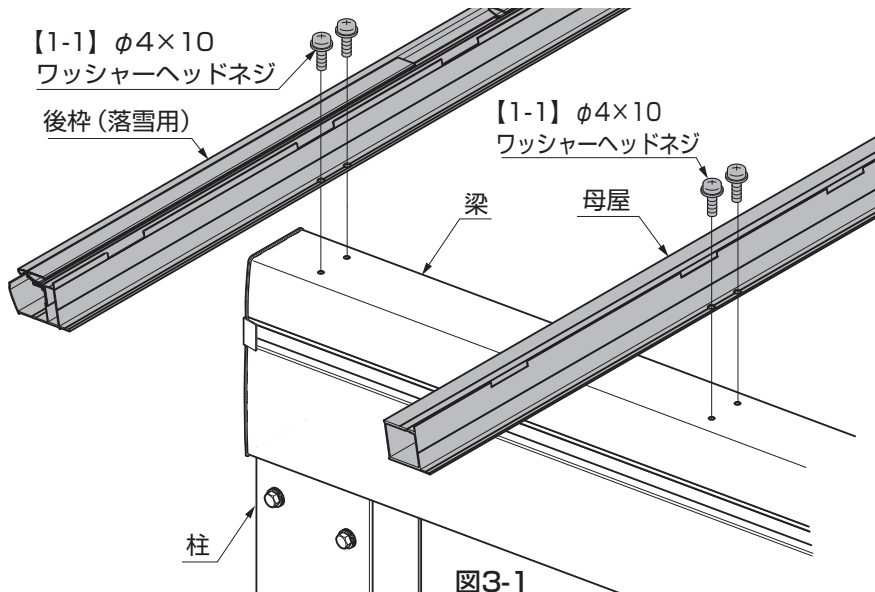

図3-1
①後枠（落雪用）を梁に【1-1】で取付けてください。（図3-1参照）